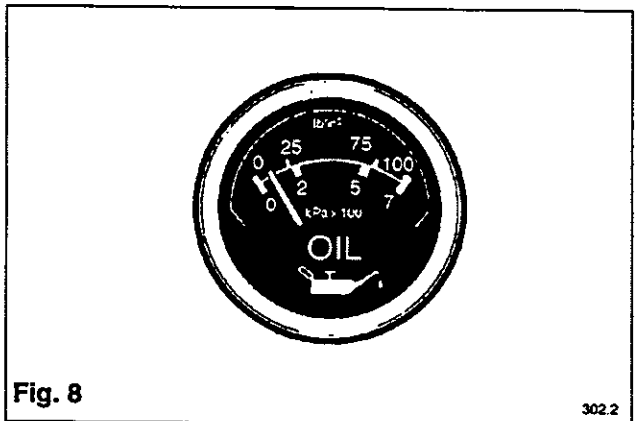

Fig. 8
**Manomètre de pression d'huile Fig. 8**